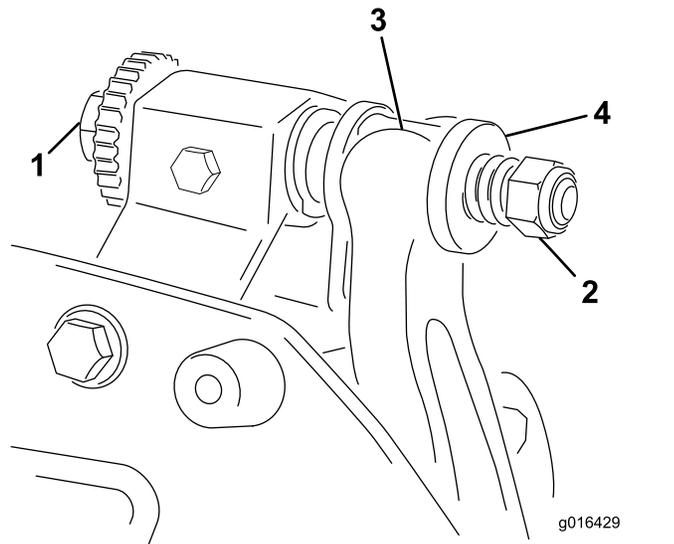

Figura 17
1. Gire el tornillo de ajuste de la barra de asiento en el sentido contrario a las agujas del reloj para alejar la contracuchilla del molinete (**Figura 17**).
- Afloje la tuerca de tensado del muelle hasta que el muelle deje de presionar la arandela contra la barra de asiento (Figura 17).
- Instale la barra de asiento, colocando las pestañas de montaje entre las arandelas y el tornillo de ajuste de la barra de asiento (Figura 17).